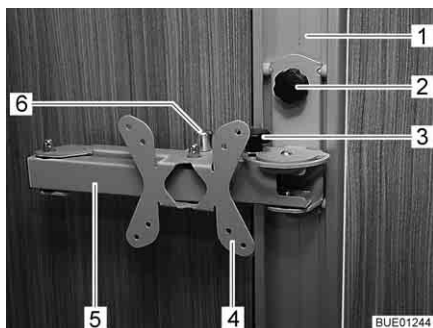

Fig. 54 Support sur rail
- Desserrer la vis à garret (Fig. 54,2) et placer le support (Fig. 54,4) dans le rail (Fig. 54,1) à la hauteur désirée.
- Desserrer la vis à garret (Fig. 54,3).
- Tirer sur le bouton de déverrouillage (Fig. 54,6). Le bras articulé (Fig. 54,5) est déverrouillé.
- Resserrer la vis à garret (Fig. 54,3).
- Faire retourner l'écran plat dans sa position initiale jusqu'à ce que le bras articulé (Fig. 54,5) s'enclenche de manière audible dans le verrouillage.
- Desserrer la vis à garret (Fig. 54,2), placer le support (Fig. 54,4) à la hauteur désirée et resserrer la vis à garret.